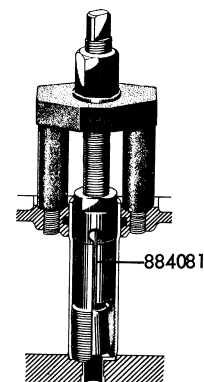

Figure 6. Démontage des douilles d'injecteurs.
2. Tourner la broche à expansion de l'outil dans le sens contraire d'horloge, ce qui serre cette broche à l'intérieur de la douille. Ne pas serrer trop fortement, seulement jusqu'à ce que la broche ait une bonne prise (figure 6).